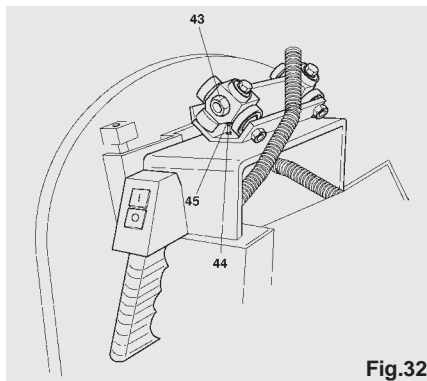

Fig.32
Il gioco del carrello nello scorrimento sulle guide viene tolto in sede di collaudo. Qualora per motivi di trasporto o per effetto dell'uso insorgessero dei giochi, procedere alla eliminazione degli stessi nel seguente modo (vedi fig. 32): allentare il dado (43) con la chiave in dotazione e procedere alla registrazione agendo sulla vite (44) dopo aver allentato il controdado (45).